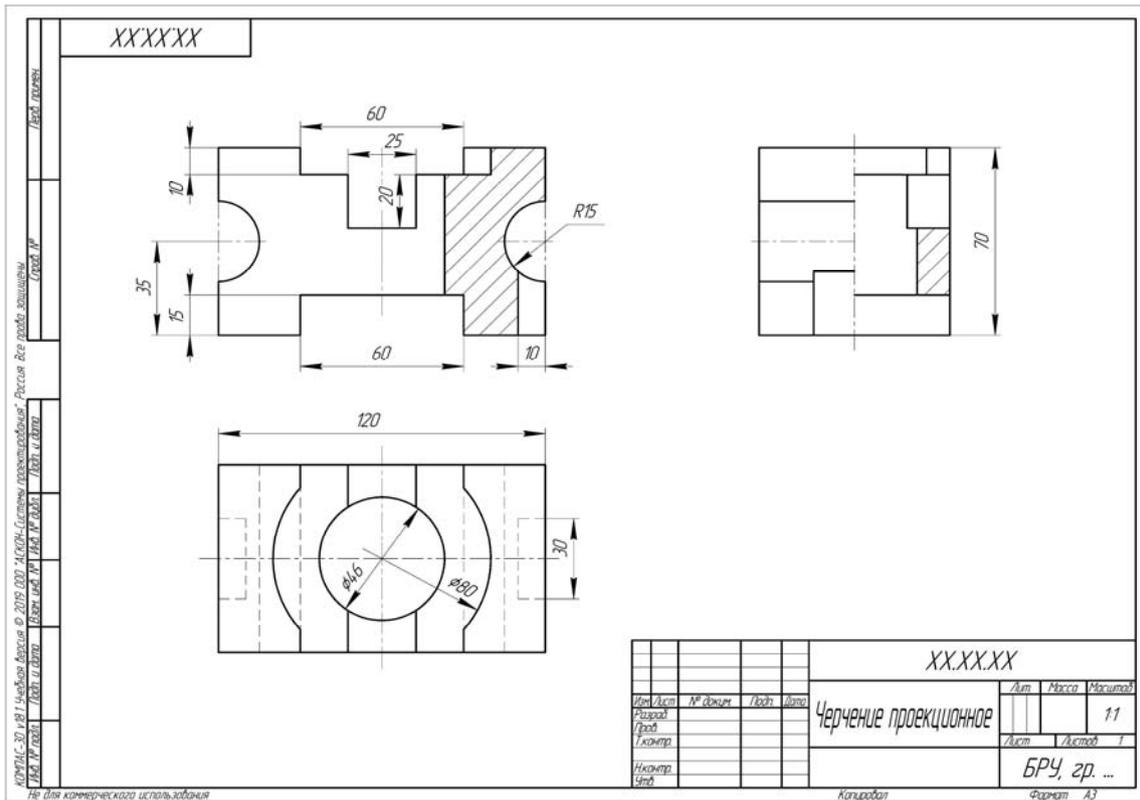

Рисунок 4.1 – Выполнение фронтального и профильного разрезов (соединение половины вида с половиной разреза)
2) заменяя невидимые (штриховые) линии видимыми основными и удаляя линии внешнего контура видов, отрисовать на виде спереди и виде слева половины фронтального и профильного разрезов. Соединять полвида с половиной разреза следует по осевой или волнистой линии (рисунок 4.1).